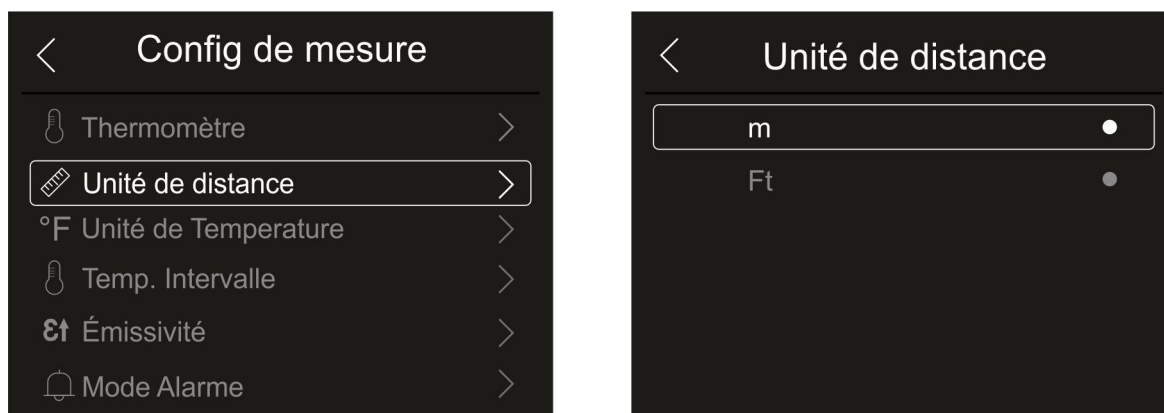

Fig. 24: Menu de réglage de l'unité de mesure de la distance
1. Touchez l'élément «Unité de distance» pour régler l'unité de mesure de la distance. La Fig. 24 - partie droite s'affiche à l'écran :